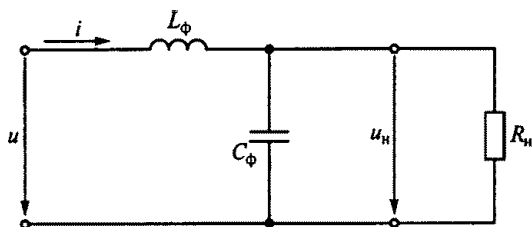

Рис. 118
3.83.Р. В цепи на рис. 118 для уменьшения пульсаций напряжения на нагрузке R_n , подключенной к двухполупериодному выпрямителю, использован Г-образный LC-фильтр. Каковы при этом коэффициенты пульсаций и сглаживания фильтра, если $L_\phi = 2,6 \text{ Гн}$, $C_\phi = 3,2 \text{ мкФ}$, $R_n = 10 \text{ кОм}$, напряжение на выходе выпрямителя